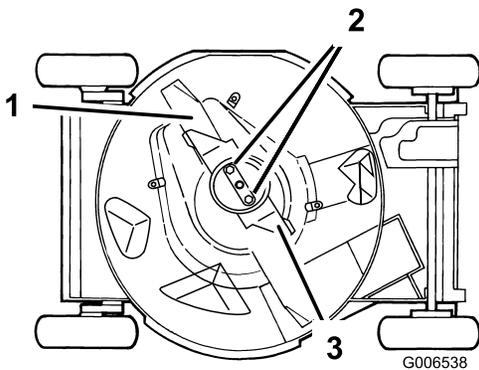

Figura 32
4. Vuelque el cortacésped hacia su lado **izquierdo** (limpiador de aire hacia arriba)(Figura 32).